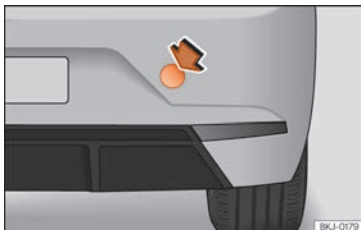

Abb. 101 Hinterer Stoßfänger rechts: Abdeckkappe-Deckel.
- Zum Öffnen der Abdeckung diese im Bereich oben rechts drücken »» **Abb. 101**.